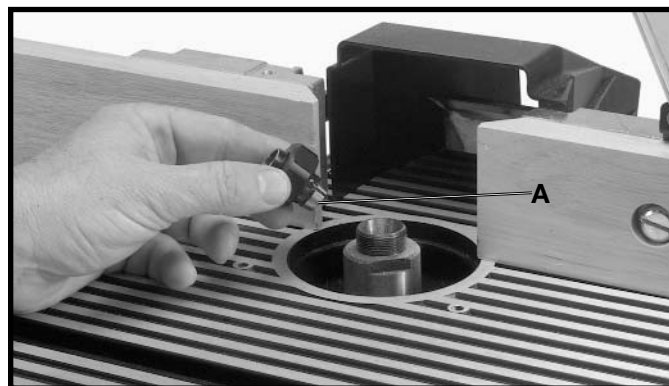

Fig. 32
3. Ensamble el mandril (A) Fig. 32.